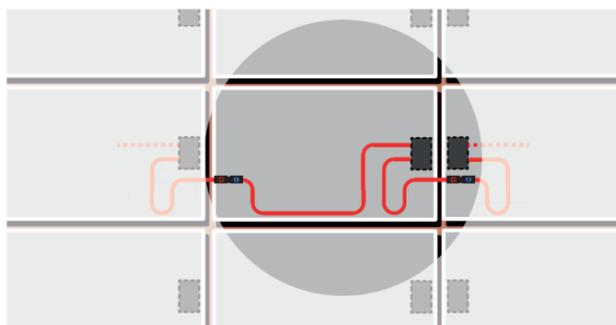

Fig. 2 Disposizione dei cavi a U sulla scatola di giunzione in caso di montaggio orizzontale
- In caso di montaggio orizzontale dei moduli, posare i cavi formando una U lontano dalla scatola di giunzione (vedi fig. 2).